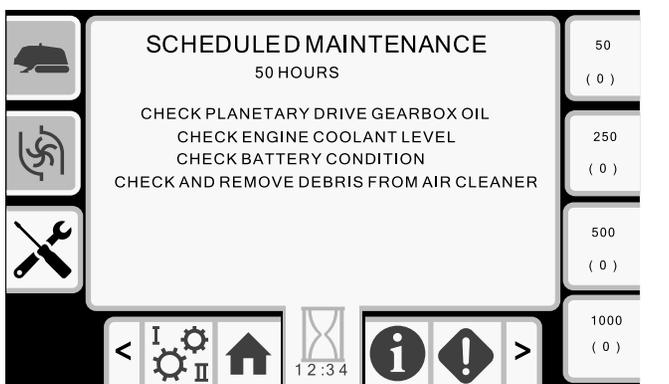

Figura 48
- Botón 5 – Programa de mantenimiento de 50 horas (Figura 48)